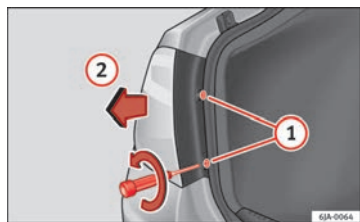

Fig. 162 Smontaggio del fanale di coda esterno
- Con il cacciavite in dotazione o con una chiave Torx 20 (T20) svitare (girando in senso antiorario) e togliere le due viti di fissaggio della zona frontale del fanale ⇒ fig. 162 ①, facendo attenzione a non perderle.
- Tirare verso l'esterno il fanale di coda (⇒ fig. 162 ②) fino ad estrarre il fanale dal proprio alloggiamento.